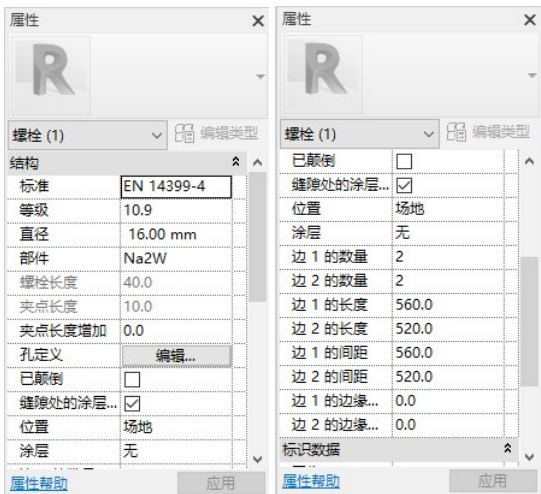

图 8-9 “属性”选项板
(7) 在“属性”选项板中更改螺栓数量、螺栓标准、等级以及涂层，如图 8-9 所示。